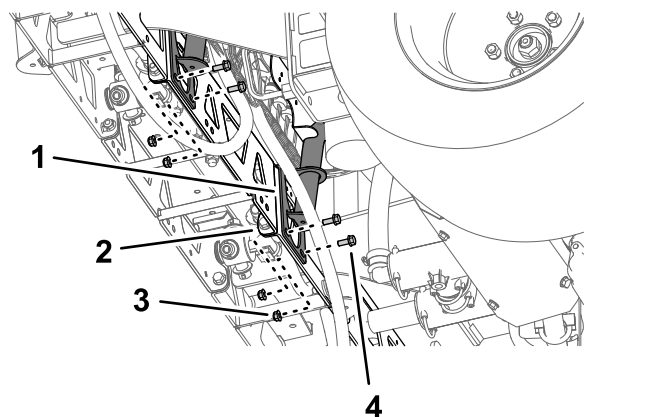
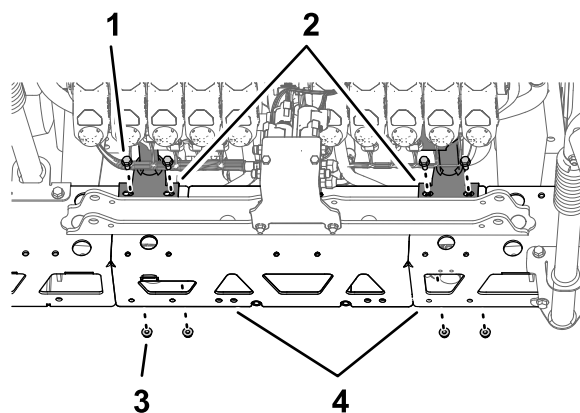

図 108
図 109
2. バルブマウントの取り付けブラケットの穴を、センターブームのトラスフレームの穴に合わせる 図 108。
3. バルブマウントをトラスフレームに固定する 図 108 と 図 109 ボルト5/16 x 3/4 インチ4本とフランジロックナット5/16インチ4個を使用する。